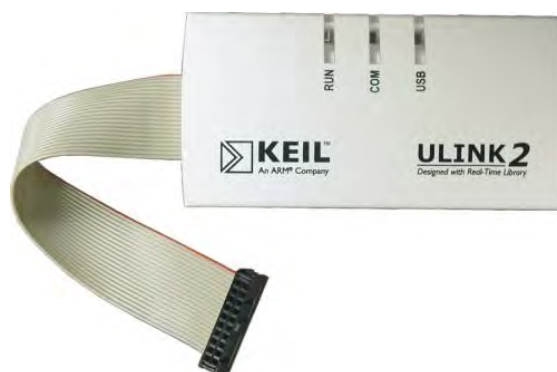

Figura 1-2: Adaptador ULINK2 de *Keil*.
- Adaptador USB-JTAG de la familia ULINK™ de *Keil* (Figura 1-2). Permite conectar el puerto USB a la tarjeta de *hardware* de la computadora (por medio de JTAG o ACDS) para realizar la depuración de los programas mientras estos se están ejecutando. Este puede ser usado para: corrección de errores *on-chip* y para programar la memoria *flash*. Usando el **Keil uVision IDE/Debugger** con el adaptador **UNLINK**, es mucho más fácil crear, descargar, y probar aplicaciones integradas en *hardware* de tarjetas actuales.